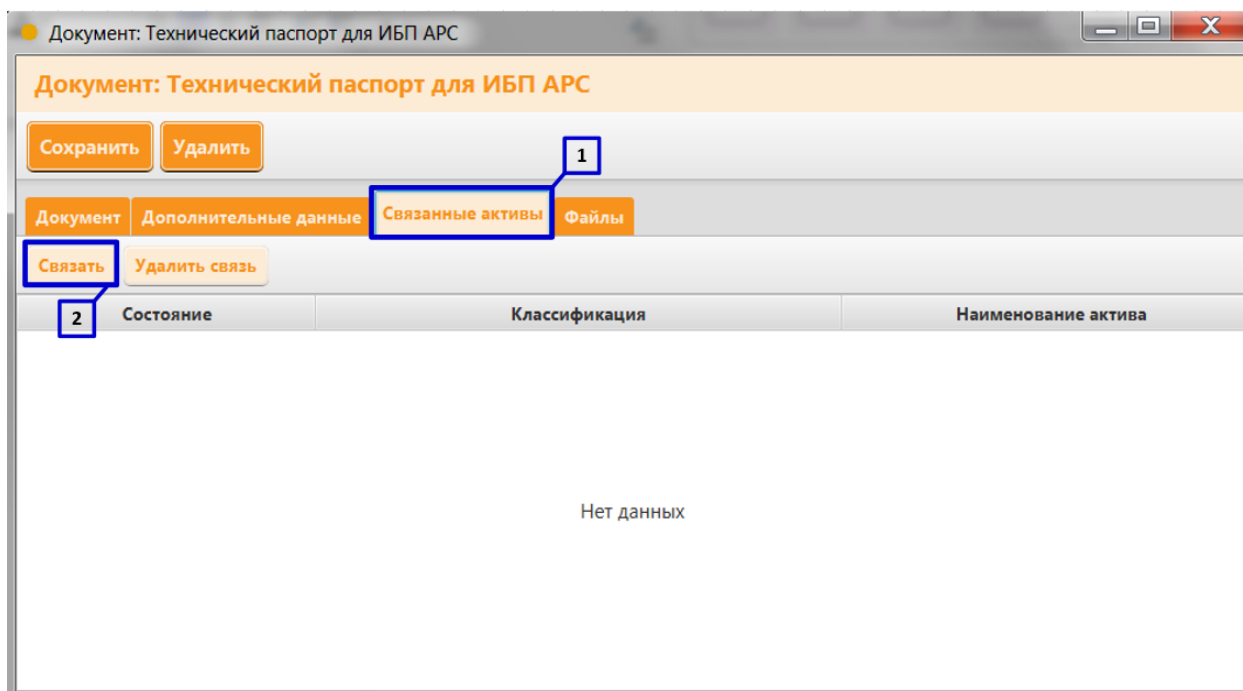

Рисунок 54. Установление связи между документом и активом вкладка «Связанные активы» (Часть 1)
15. Откройте вкладку «Связанные активы» (**Рисунок 54 пункт 1**);
16. Для связи документа с активом нажмите кнопку «Связать» (**Рисунок 54 пункт 2**);